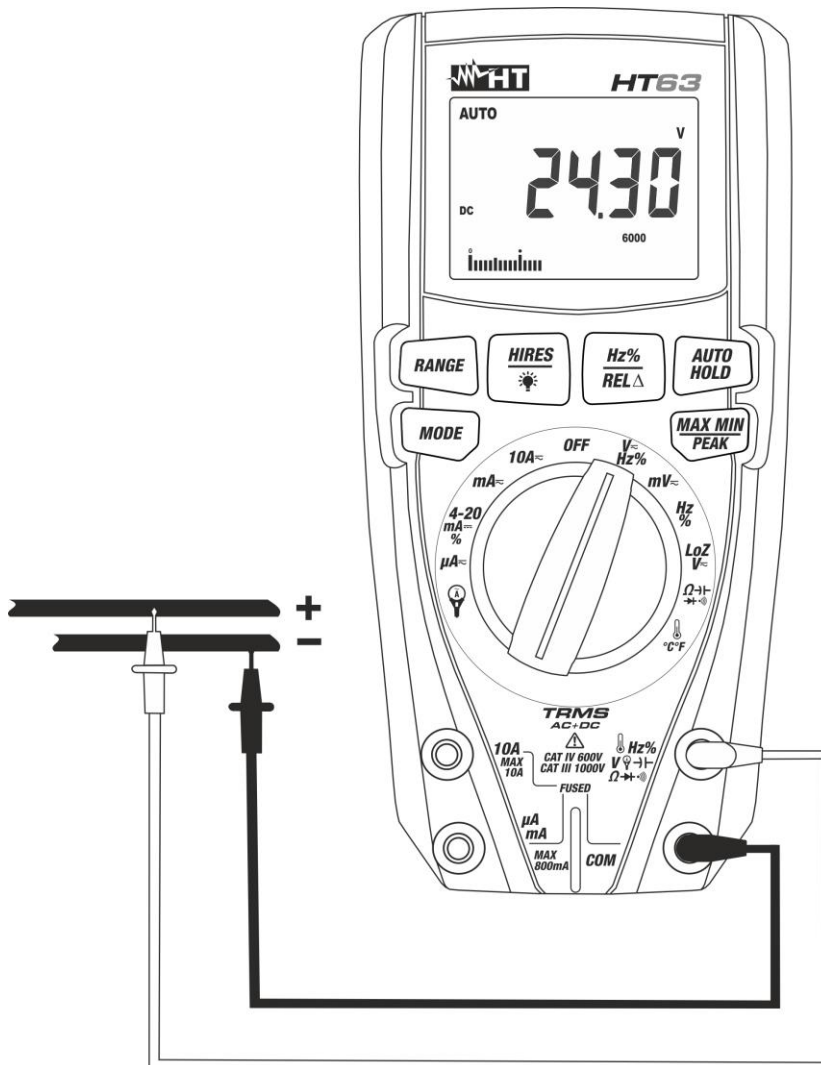

Fig. 2: Uso del instrumento para medida de Tensión CC
3. Posicione la punta roja y la punta negra respectivamente en los puntos a potencial positivo y negativo del circuito en examen (vea la Fig. 2). El valor de la tensión se muestra en pantalla
5. La visualización del símbolo "-" en el visualizador del instrumento indica que la tensión tiene sentido opuesto respecto a la conexión de Fig. 2.
4. Posicione la punta roja y la punta negra respectivamente en los puntos deseados del circuito en examen (vea Fig. 4) para la medida de tensión CA o en los puntos a potencial positivo y negativo del circuito en examen (vea Fig.2) para la medida de tensión CC. El valor de la tensión se muestra en pantalla
6. La visualización del símbolo "-" en la pantalla del instrumento indica que la tensión tiene sentido opuesto respecto a la conexión de Fig.2